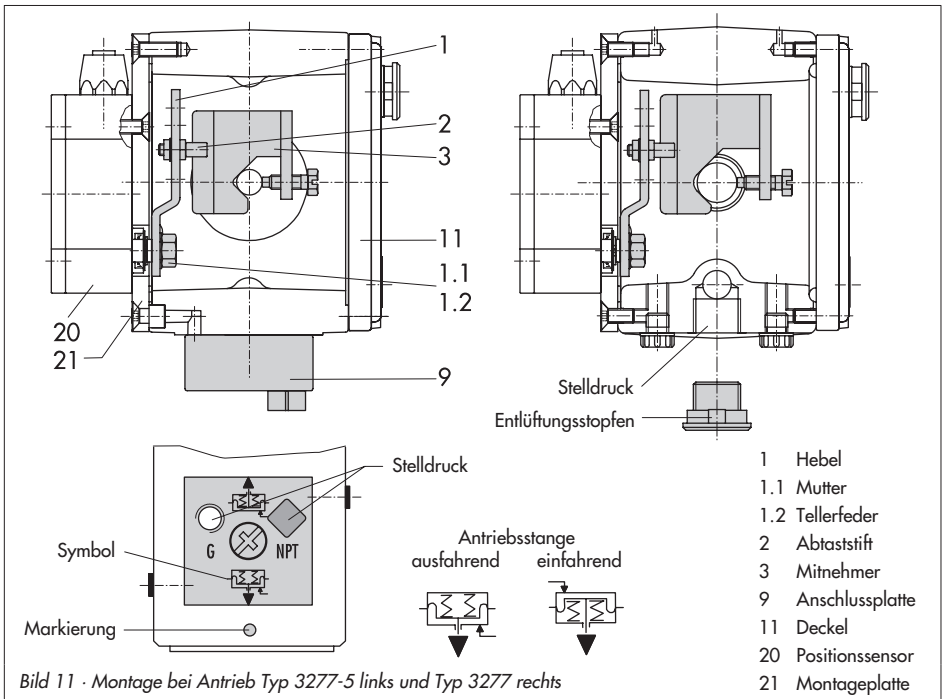

Bild 11 · Montage bei Antrieb Typ 3277-5 links und Typ 3277 rechts
Der Stelldruck vom Stellungsregler wird über den Stelldruckanschluss der Anschlussplatte (9, Bild 11 links) auf die Membrankammer des Antriebes geführt. Dazu zunächst die Anschlussplatte (9) aus dem Zubehör am Joch des Antriebes verschrauben.
- ▶ Anschlussplatte (9) dabei so drehen, dass das für die Sicherheitsstellung richtige Bildsymbol "Antriebsstange ausfahrend" oder "Antriebsstange einfahrend" nach der Markierung ausgerichtet ist (Bild 11 unten).
- ▶ Unbedingt darauf achten, dass die Flachdichtung der Anschlussplatte (9) richtig eingelegt ist.
| Direktanbau                                | Anbauteile für Antriebe mit 120 cm 2 siehe Bild 11 links  |                            | 1400-7472              |
| Direktanbau                                | Anbauteile für Antriebe mit 240, 350 und 700 cm 2 , siehe Bild 11 rechts  |                            | 1400-7471              |